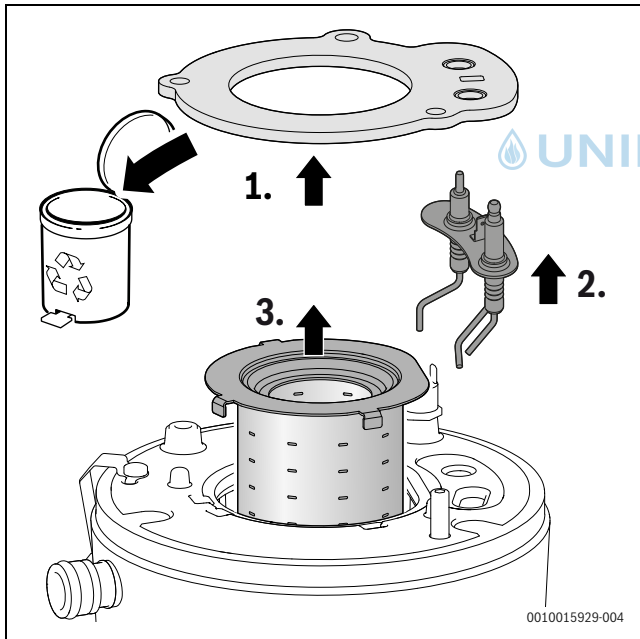

Bild 62 Brenner herausnehmen
- Dichtung abnehmen und entsorgen (→ Bild 62, [1]).
- Elektroden-Set abnehmen (→ Bild 62, [2]).
- Brenner herausnehmen (→ Bild 62, [3]).